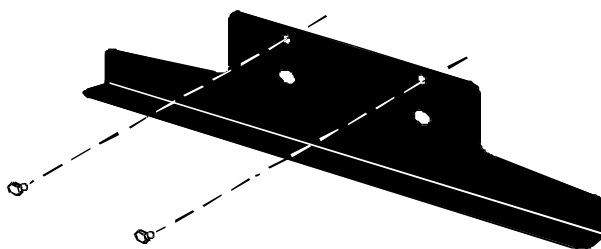

Figure 14
3. Utiliser les vis pour fixer les supports à l'UPS (voir figure 14).